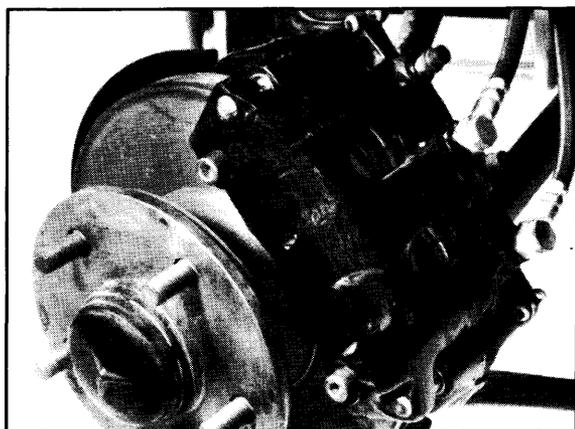

Figura 33-1/2
- 5.- Desconectar el conjunto de pinza del freno de disco, sin desconectar de aquella los tubos flexibles de freno. (Figura 33-1/2).